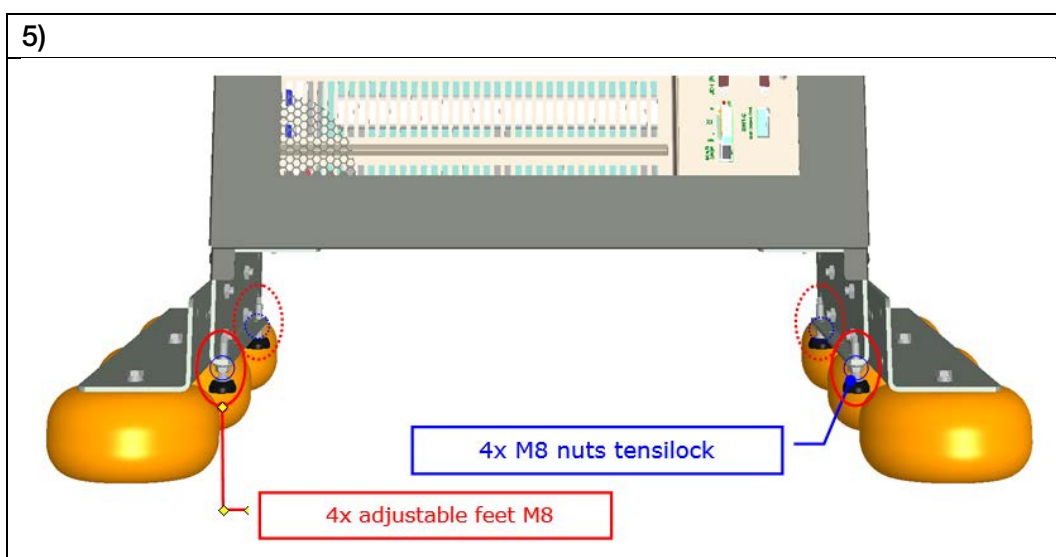

Abbildung 5: Vorderansicht des unteren Teils der PowerWave 33 S3 mit den verstellbaren Füßen.
5. Montieren Sie die 4 verstellbaren Füße (Füße sind in der Zubehörbox), wie in Abbildung 5 auf der nächsten Seite abgebildet.